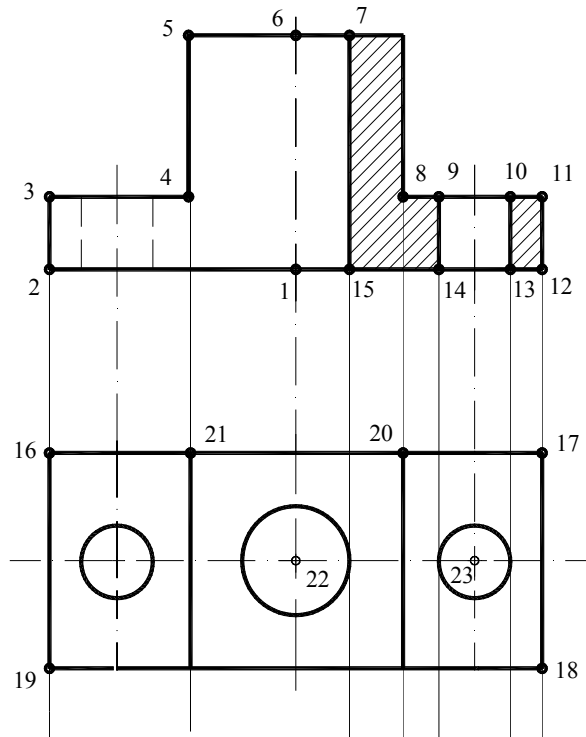

Рис. 4.5. Побудова виду зверху
**Побудува виду зверху (Рис. 4.5):**